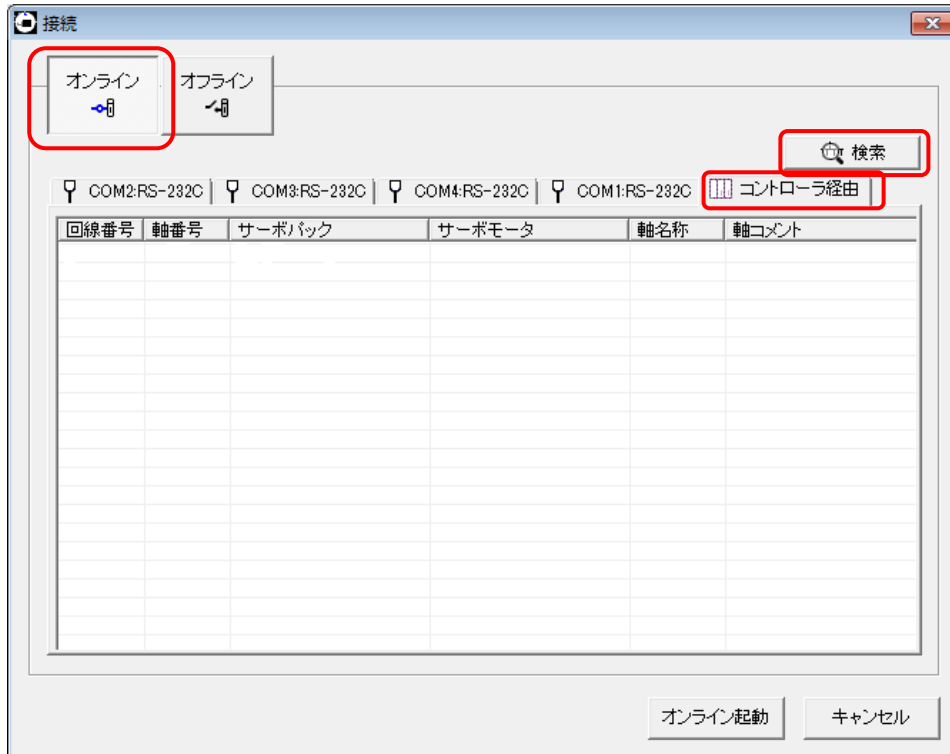

図 5-2-2. SigmaWin+起動画面
- ⑤ SigmaWin+が起動されると、図 5-2-2 のような画面が表示されます。